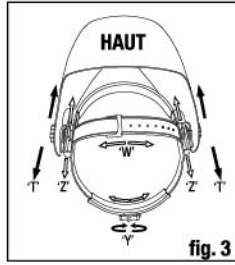

fig. 3
La circonférence totale du casque peut être agrandie ou réduite en tournant le bouton à l'arrière du casque. (Voir réglage « Y » en fig.3). Cela est possible lors du port du masque et permet de régler la bonne tension pour maintenir le masque fermement sur la tête sans qu'il ne soit trop serré.
Si le casque est trop haut ou trop bas sur la tête, régler la sangle qui passe au-dessus de la tête, régler la sangle qui passe au-dessous de la tête. Pour ce faire, relâcher l'extrémité de la bande en poussant l'ergot de verrouillage hors du trou dans la bande. Glisser les deux sections de la bande à une largeur plus ou moins grande selon le besoin et pousser l'ergot de verrouillage dans le trou le plus proche. (Voir réglage « W » en fig.3).
Étape 1 : Desserrer le contre-écrou (voir « T » en figure 3) pour régler la distance entre le masque et le visage en position basse.